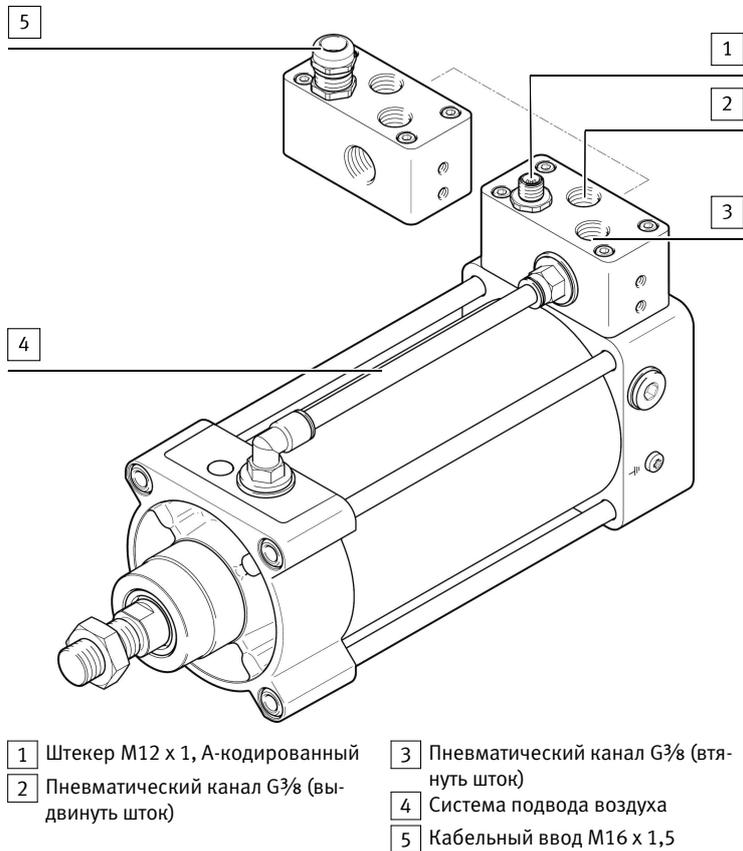

Fig. 2 DFPI-100...-ND2P-E-NB3-P9/M12
2. Подключите пневмошланги (G3/8) к пневматическим каналам питания → Fig. 2.